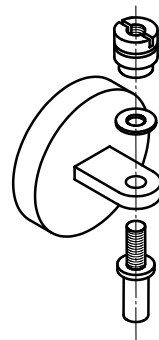

図2
- 1) 耳金固定金具のナットとワッシャをネジから外し、その部分に測定器の耳金の穴を通してワッシャとナットで固定します。(図2参照)